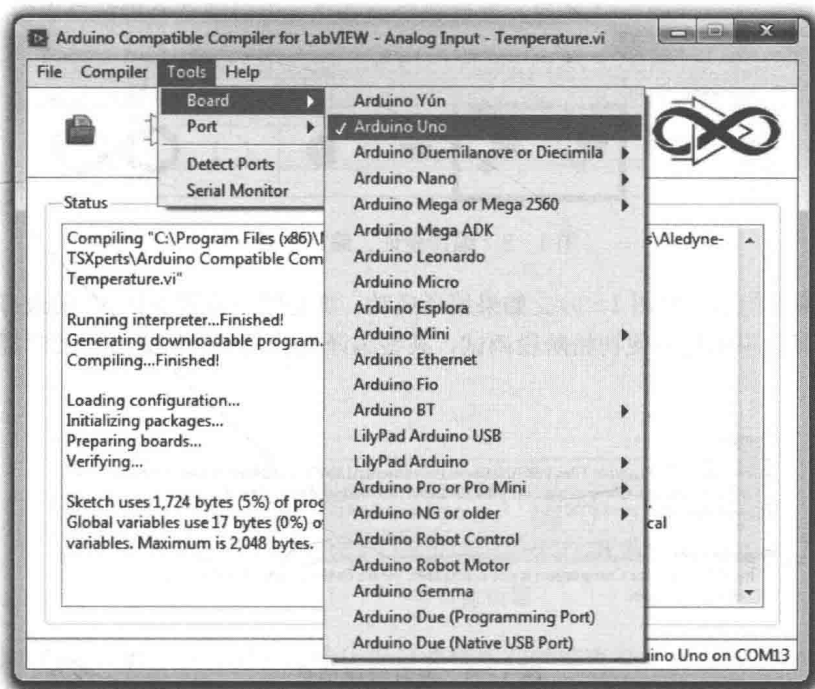

图 1-5 选择 Arduino 硬件板型号
4) 在“Tools”菜单下单击“Board”, 选择 Arduino 硬件板型号 (见图 1-5)。到此为止, 编译器已准备好了编译下载的配置。